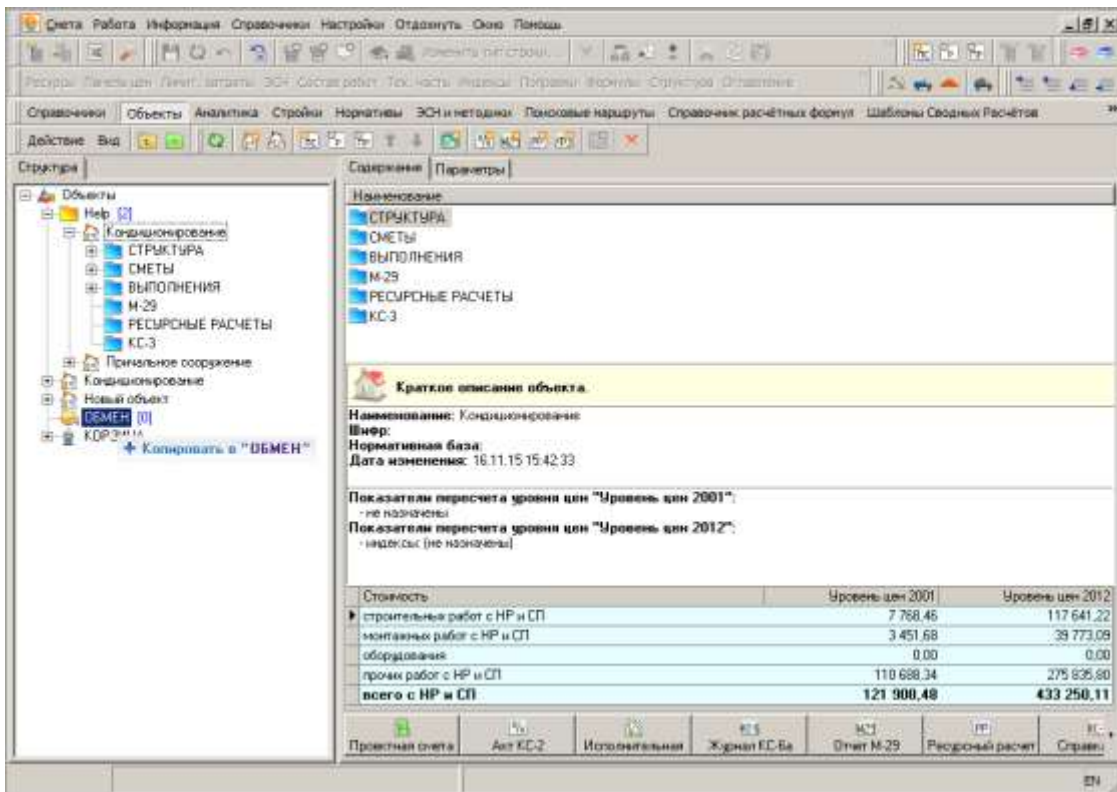

Рис. 4.
**Способ 3:** Во вкладке **Структура** или **Содержание** секции **Объекты**, нажав и удерживая клавишу **<Ctrl>** и левую кнопку мыши, перетащите копируемый объект в папку назначения. При перетаскивании отобразится окно с подсказкой, в какую папку будет скопирован объект (см. рис. 4 и 5).